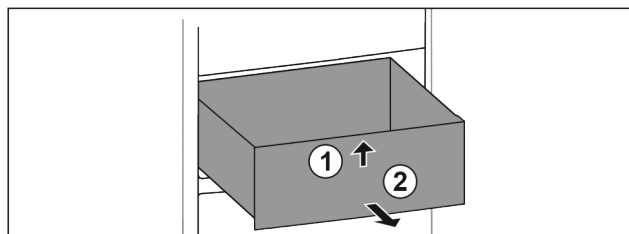

Fig. 95
- ▶ Unieść szufladę z przodu. Fig. 95 (1)
- ▶ Wyjąć szufladę do przodu. Fig. 95 (2)